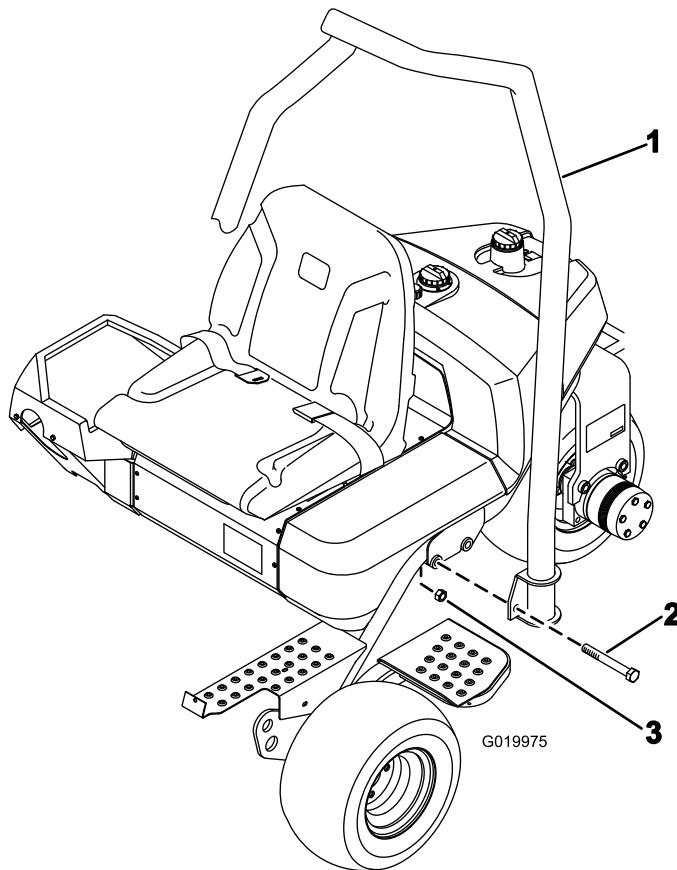

Figura 7
1. Coloque el ROPS de manera que la parte superior del tubo esté curvada hacia la parte delantera de la máquina (Figura 7).
2. Baje la estructura anti-vuelco sobre el bastidor, alineándolo con los taladros de montaje (Figura 7).
- Sujete cada lado del ROPS al bastidor con 2 pernos (5/8 x 4-1/2 pulgadas) y contratuerca, según se muestra en Figura 7. Apriete a 183–223 Nm.